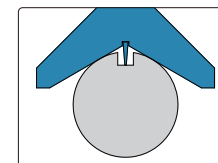

fig.2
---Insérez la pointe dans la rainure, ajustez de manière appropriée afin que le cadre en forme de V s'adapte complètement au bord cylindrique (fig. 2), tournez légèrement la pièce à usiner pour trouver la valeur maximale de la lecture du compteur. La valeur maximale correspond à la profondeur de la rainure.